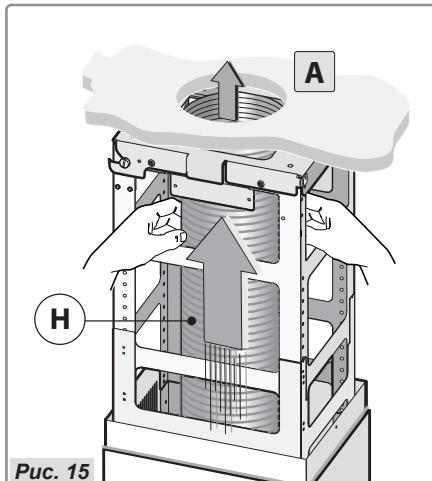

Рис. 15
– Подсоедините трубу **H** (не входит в комплект поставки) к отверстию для выпуска воздуха **A** (рис.15).